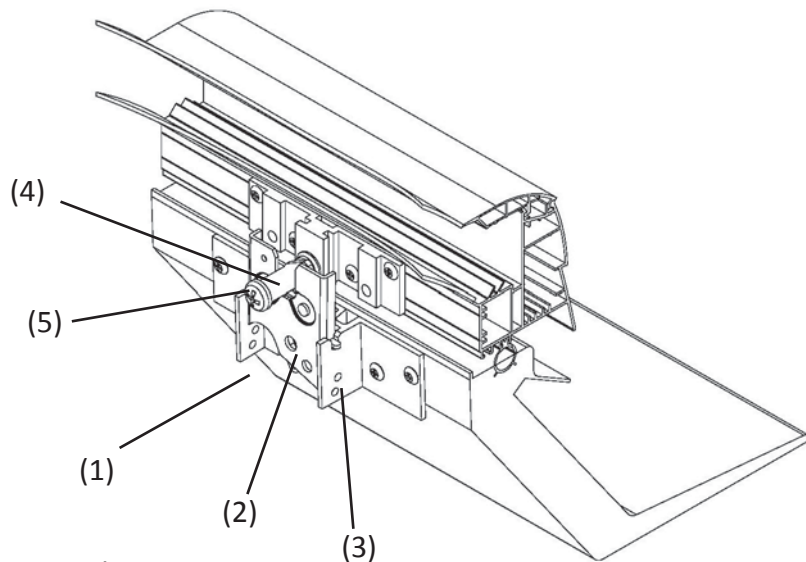

Fig 5.
1. Tryck på spaken (1) till vänster och lossa spärrhaken (2) (fig 5)
2. Lossa monteringsbulten (3) (Fig. 5).
3. Lossa M8-korsskruven (5) och ta bort plasthylsan. (4) (Fig. 5).